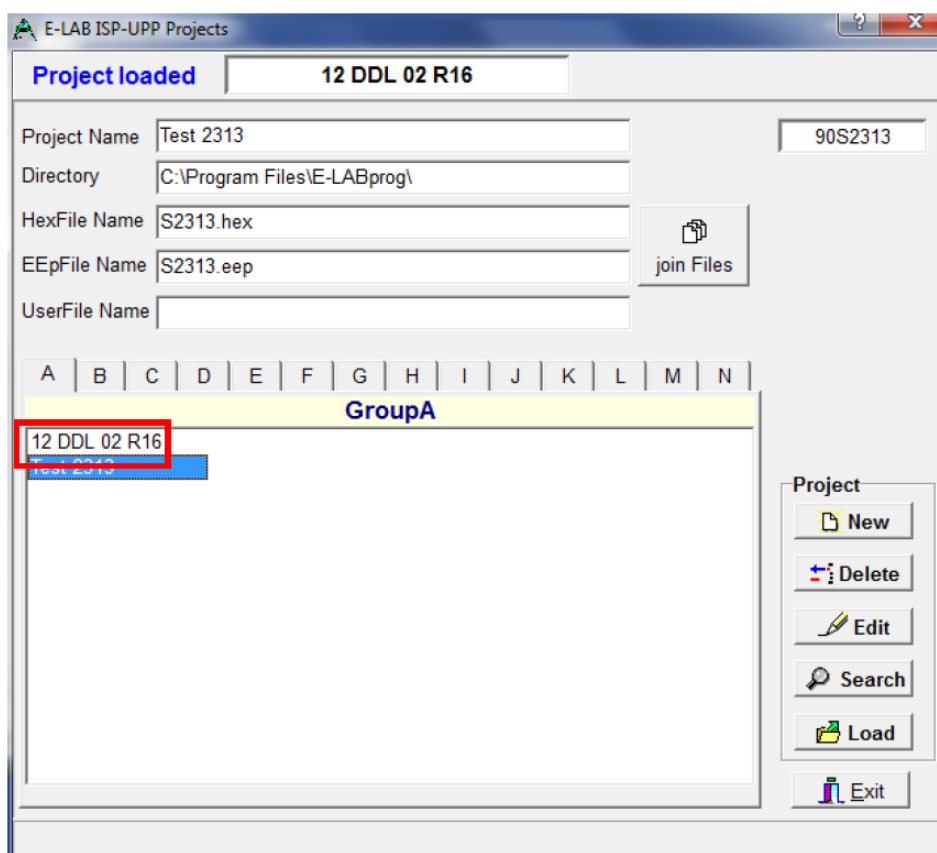

Рисунок 6
3.6 Файл встроенного ПО теперь загружен в программное обеспечение программатора E-LAB (рисунок 6).